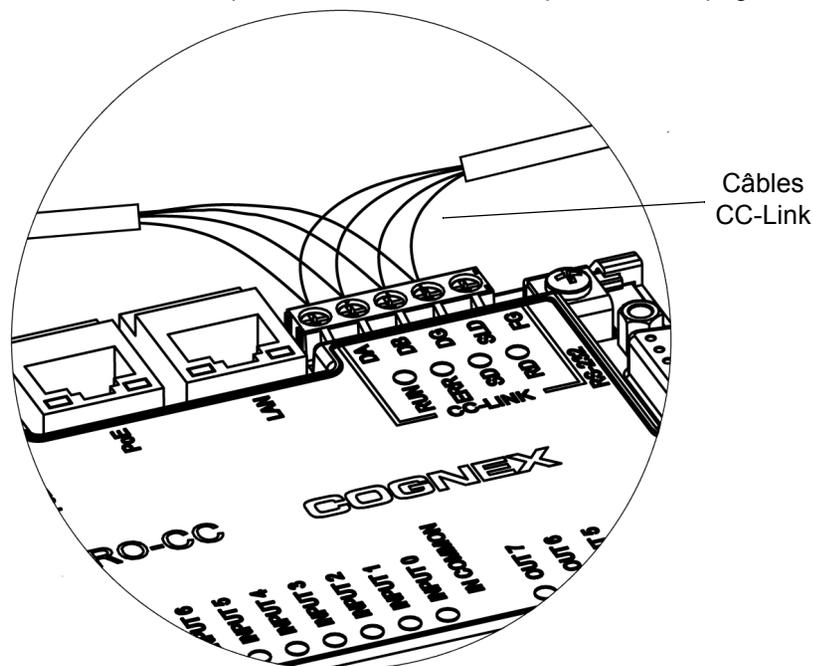

Figure 2-9 : Raccordement du câble CC-Link
9. CIO-MICRO-CC uniquement : pour raccorder le système de vision In-Sight pris en charge à un périphérique CC-Link, branchez une des fiches des câbles CC-Link aux bornes CC-Link du module CIO-MICRO-CC comme indiqué sur la Figure 2-9 et l'autre fiche des câbles aux autres périphériques CC-Link. Le réseau CC-Link est connecté en chaîne et peut nécessiter une résistance d'extrémité. Assurez-vous que vos connexions sont correctes. Pour plus d'informations, reportez-vous au *Manuel CC-Link Cable Wiring* à l'adresse http://www.cc-link.org/eng/t_html/index.html. Un exemple de réseau CC-Link est présenté à la page 49.